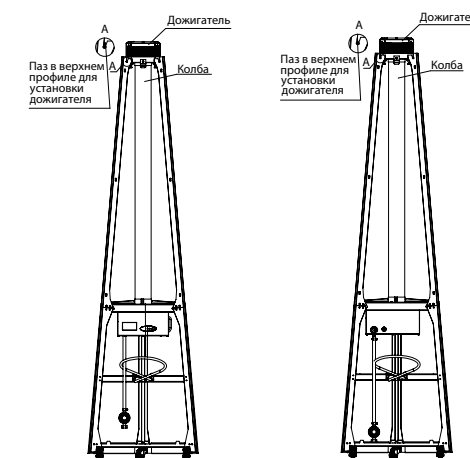

Рис. 12 Установка колбы и дожигателя
- Извлеките из коробки колбу и аккуратно вставьте колбу, и сверху установите на профили дожигатель (рис.12), фиксируя колбу, затяните винты;